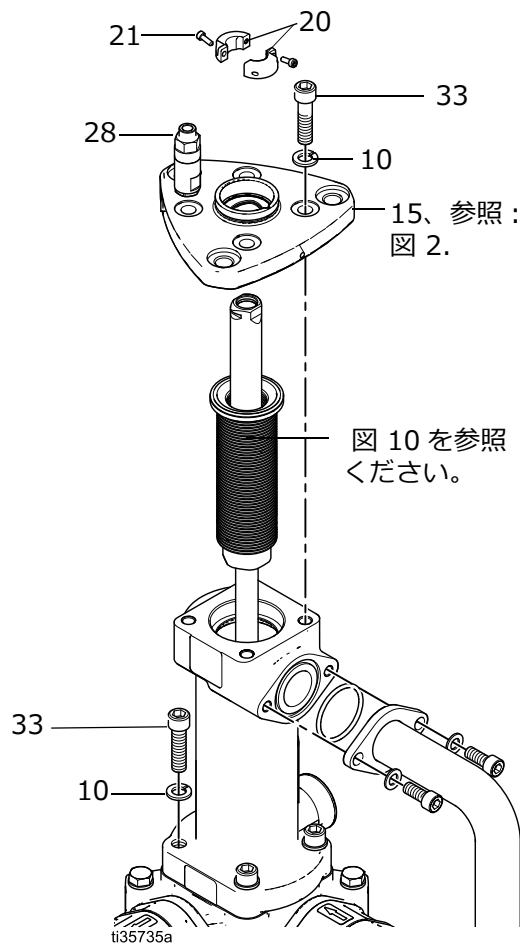

図 8. ベローズセクションの分解または再組み立て
2. 万力に下部ハウジング (8) を固定します。
3. ネジ (21) を取り外して、保持カラー (20) を取り外します。
4. 4 本の保持ネジ (33) およびロックワッシャー (10) をトッププレート (15) から外します。これでベローズアセンブリはトッププレートのアセンブリと共に回転できます。図 8、12 ページを参照してください。
5. ベローズチャンバー (13) から注意深くトッププレートアセンブリ (15) を持ちあげます。取り外しの時は、トッププレート (15) を水平に保ちます。